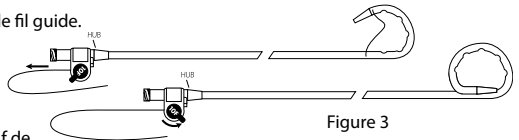

Figure 3
9. Pousser la suture jusqu'à formation de la queue de cochon désirée. Ne pas trop serrer la queue de cochon au risque d'endommager le cathéter. Faire pivoter le dispositif de fermeture de la suture de manière distale afin que la suture reste en place. Voir figure 3.